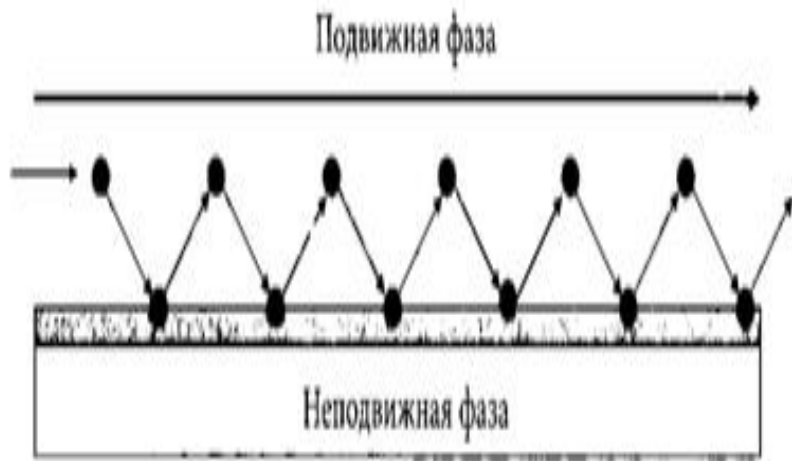

Рис. 2.1. Схема распределительного хроматографического процесса
- На рис. 2.1 схематически представлен процесс распределения компонентов.